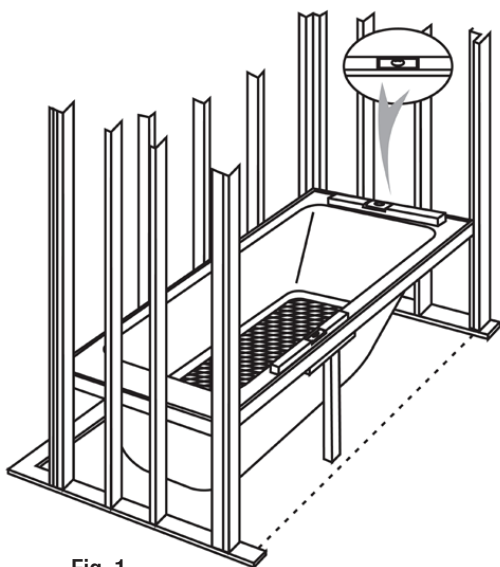

Fig. 1
3. Mettez l'unité en place et de niveau, d'un côté à l'autre et de l'avant à l'arrière, tel qu'illustré dans la Fig. 1. Faites tout le nivellement requis par pose de cales d'ajustement, afin d'assurer une assise uniforme et solide. Marquez au sol l'emplacement du tuyau d'égouttement.